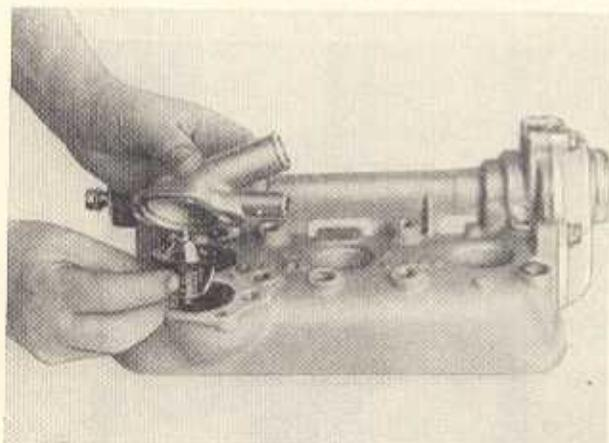

Bild M 30
8. Lösen der drei Sechskantschrauben am Druckstutzen und Abnehmen des Druckstutzens mit Kühlmitteltemperaturregler (Bild M 30).